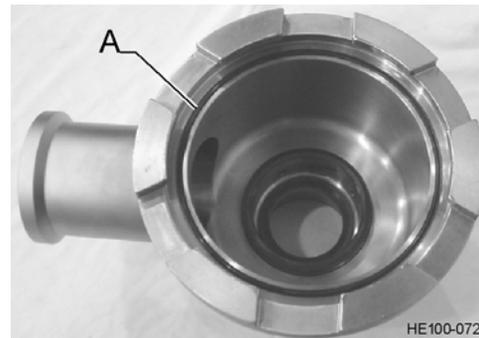

Figura 29 - Junta tórica de la cabeza del extremo impulsor
9. Confirme que la junta tórica (Vea Figura 29, Artículo A) esté instalada en la cabeza del extremo impulsor.